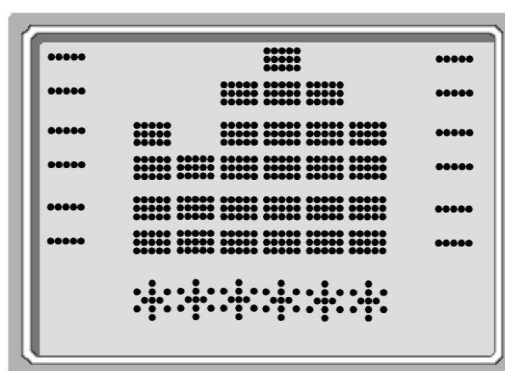

Bild 20
- Die grafische Anzeige erscheint während des Tests auf der LCD-Anzeige ⑧ und kann nach Beendigung des Tests jederzeit wieder aufgerufen werden.
- Die in Bild 20 gezeigte Anzeige ist ein Beispiel und kann je nach Einstellung des Gerätes anders aussehen.
- Auf der LCD-Anzeige ⑧ ist eine sechsspaltige Grafik zu sehen. Je nach Anzahl der gewählten Testfrequenzen ist jede Frequenz (DPOAE) oder jedes Frequenzband (TEOAE) durch einen Balken repräsentiert (z.B. wird im DPOAE Standard-Modus mit vier Testfrequenzen jede Frequenz durch eine Spalte angezeigt, die beiden letzten Balken entfallen).
- Jedes Segment der Balken repräsentiert 2 dB Signal-Rauschabstände (SR). Im Beispiel (Bild 20) hat die vierte Testfrequenz einen Signal-Rauschabstand von 12 dB oder mehr (6 Reihen a 2 dB).
- Die Anzeige erscheint während des Tests. Um nach beendetem Test diese Anzeige nochmals zu sehen, wählen Sie ERGEBNIS durch Drücken der UNTEN ▼ Taste ⑩.